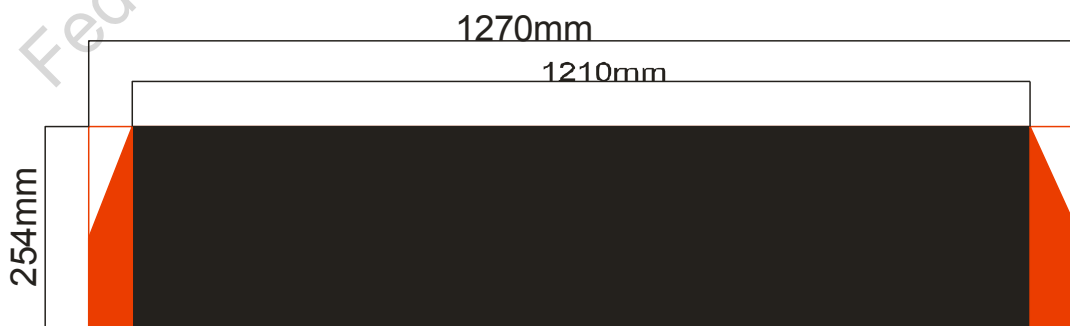

Figura 1
A - Alas (Ver figura 1)
- **Winglets:** Serán permitidos en el tramo de puntera.(figura 1)